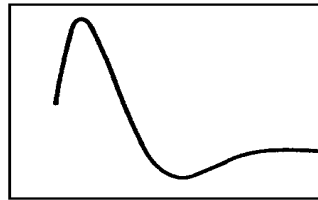

図 21
## 6. 波形は図 21 のような形で観測できます。(極性 + 時)
7. 波形は図 21 のような形で観測できます。電流プローブの周波数特性により、実際の波形と異なる波形が観測されることがあります。